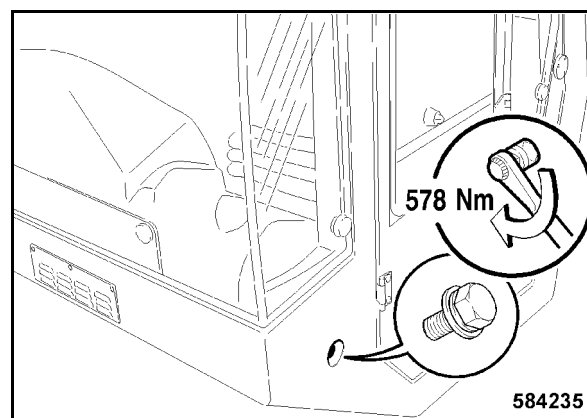

Fig. 210
- El tornillo de fijación delantero, lateral de la izquierda hay que apretar con 578 Nm (Fig. 210).